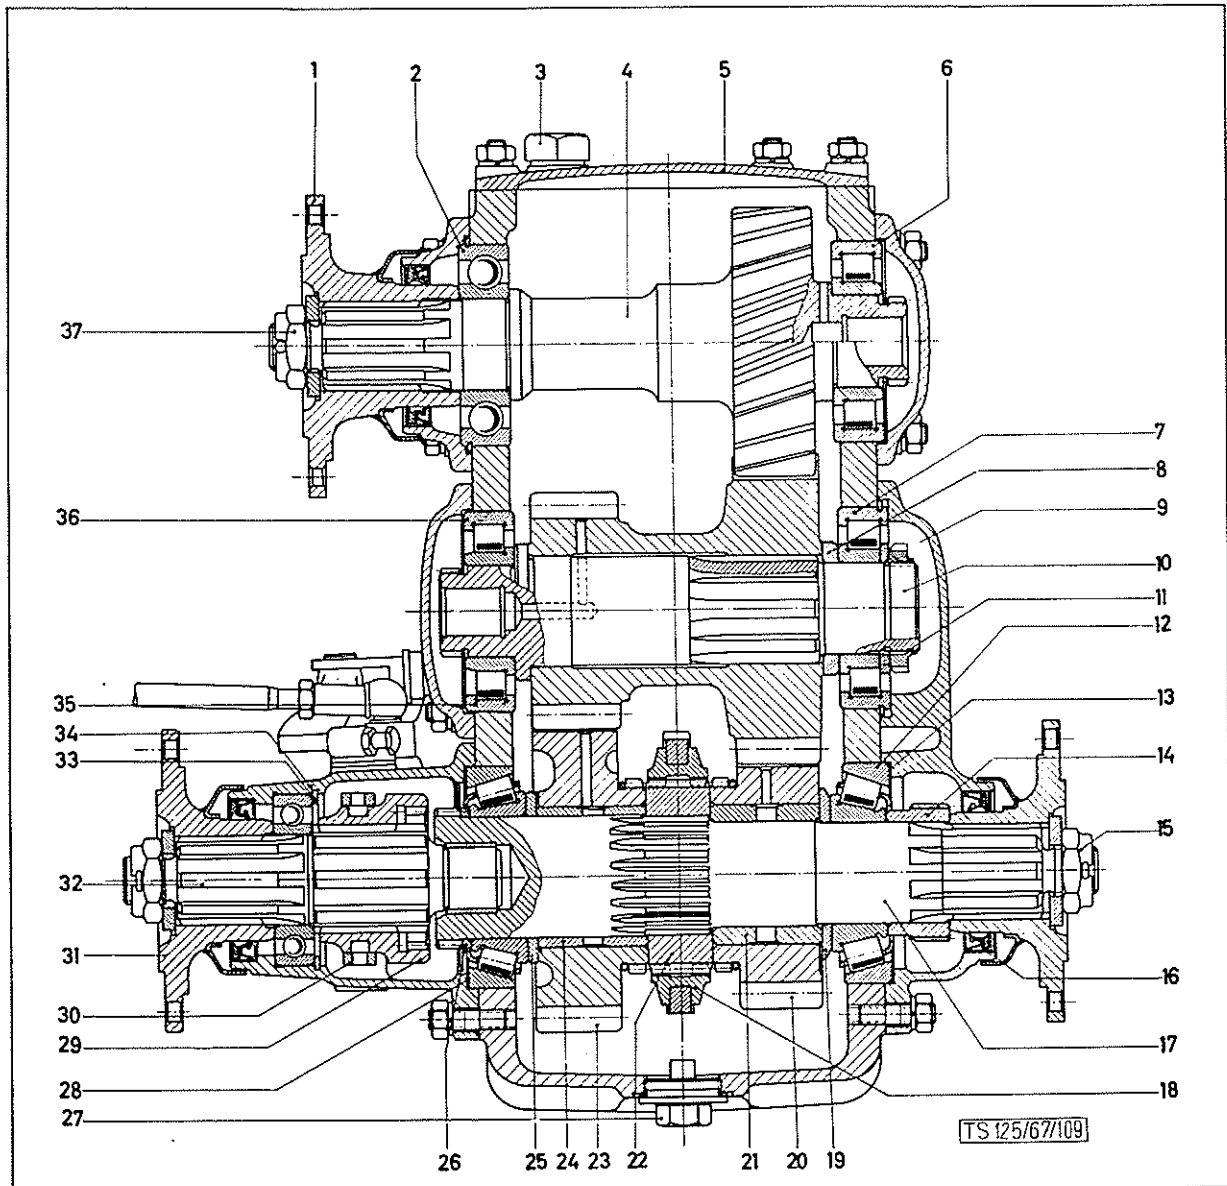
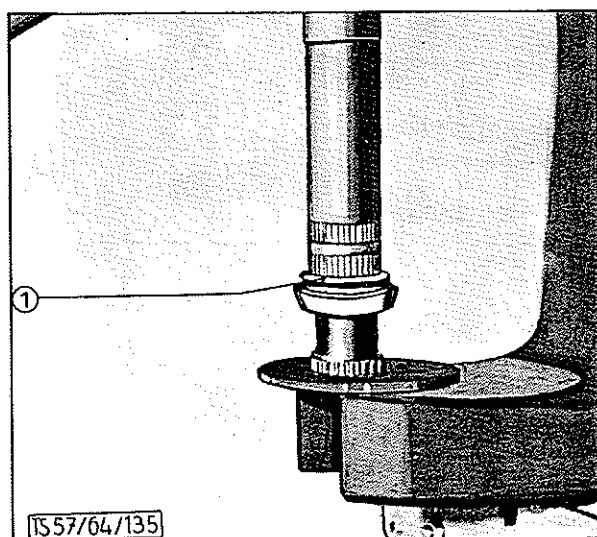
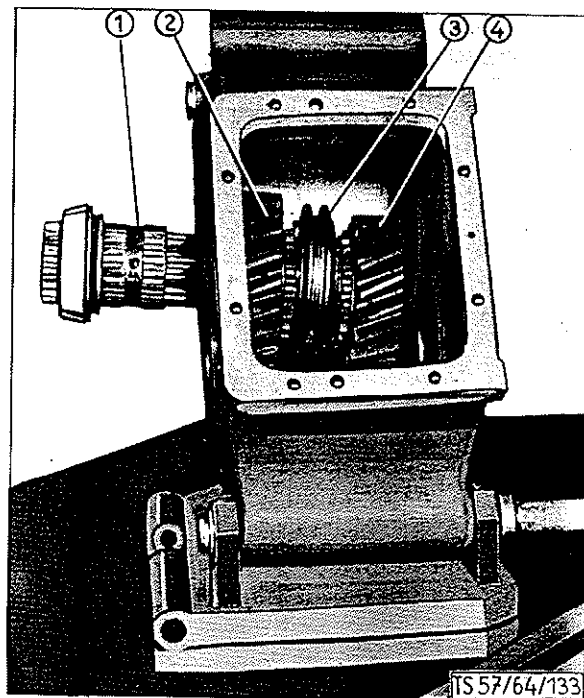

BILD 1: Verteilergetriebe
BILD 3: Kegelrollenlager-Innenring auf die Abtriebswelle aufpressen
BILD 4: Einbauen der Abtriebswelle
1. Spritzblech und Distanzring (1/26) auf die Abtriebswelle auffädeln, den Innenring des Kegelrollenlagers, die Anlaufscheibe (1/25) und die Laufbüchse (1/24) nachpressen (Bild 3). Die Laufbüchse auf der Welle mit Öl schmieren und Welle ins Gehäuse einführen (Bild 4). Von innen folgende Teile der Reihe nach und gemäß ihrer Lage auf Bild 1 auffädeln bzw. auftreiben: das Schrägrad zum Geländegang (1/23) mit eingebautem Sprengring, den Muffenträger (1/22), die Schalmuffe (1/18), die Laufbüchse für das Schrägrad zum Straßengang (1/21), (Laufbüchse (1/21) und Kegelrollenlager (1/12) auf ca. 100°C aufwärmen!), das Schrägrad selbst mit eingebautem Sprengring (Bohrung des Rades vorher schmieren), die Anlaufscheibe (1/19) mit der Abschrägung nach außen; der Kegelrollenlager-Innenring mit Rollenkranz (1/12) und das Tachometer-Antriebsrad (1/14). Anschließend den Kegelrollenlager-Außenring in das Gehäuse eintreiben.